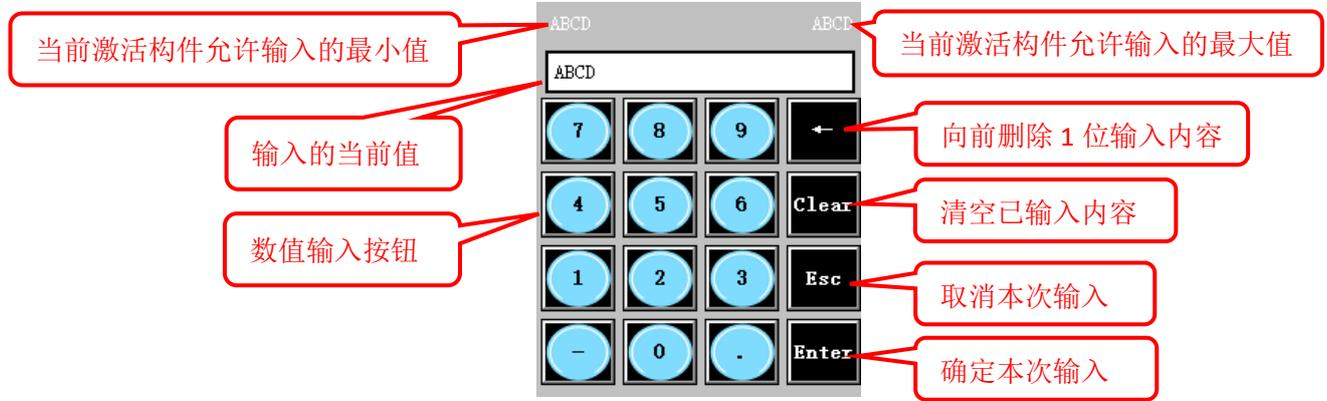
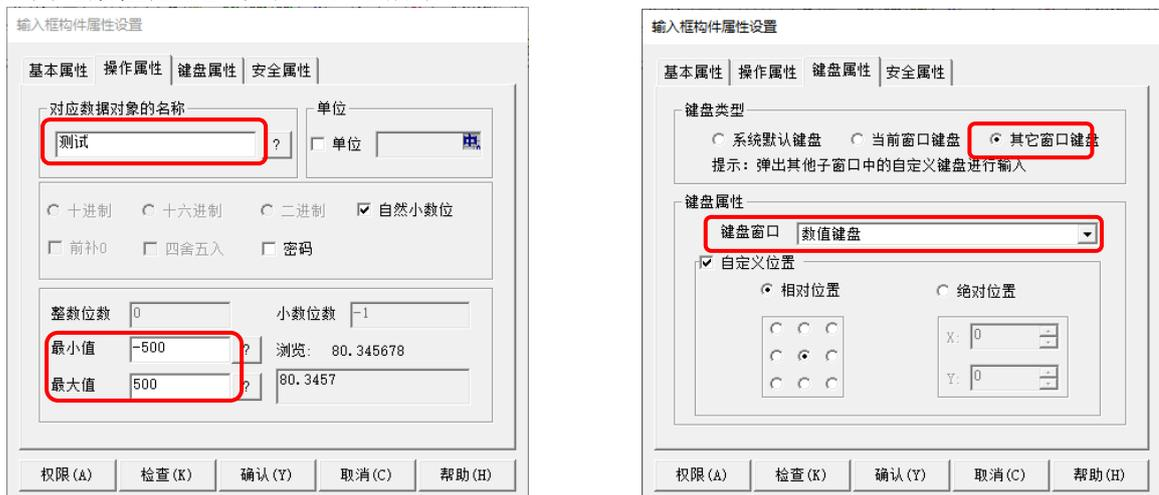

图 2.3-2 自定义键目标外观
图 2.3-15 输入框键盘设置
假设用户需要使用自定义键盘对一个浮点数进行数据输入，用户理想中的键盘外观如图 2.3-2 所示：
- ① 在工程的【实时数据库】新建一个浮点数变量，变量名：“测试”；
- ② 双击图 2.3-2 所示的【测试窗口】，进入其组态画面。在该窗口中添加一个输入框构件，在其操作属性关联变量“测试”；设置【最小值】：-500；最大值：500；进入【键盘属性】选项卡，选择键盘窗口为【数值键盘】。如图 2.3-15 所示：